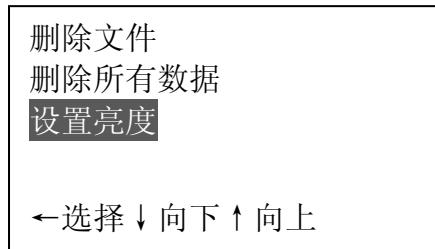

图 37
- 用 \uparrow 或 \downarrow 键移动光标至 **设置亮度**，如图 37，